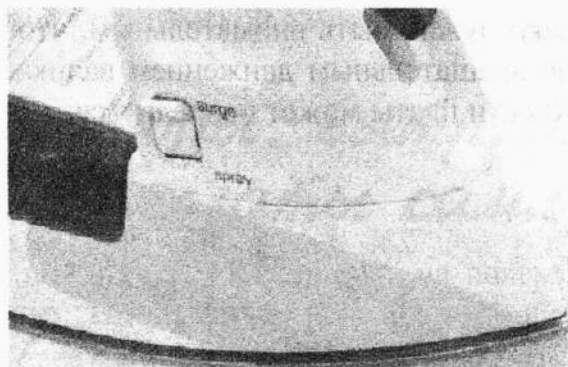

Рис. 12.5. Для переноса тонера с прозрачной пленки можно использовать обычный бытовой утюг
3. Можно слегка надавить на утюг и подержать его в течение 15–20 секунд (рис. 12.5).